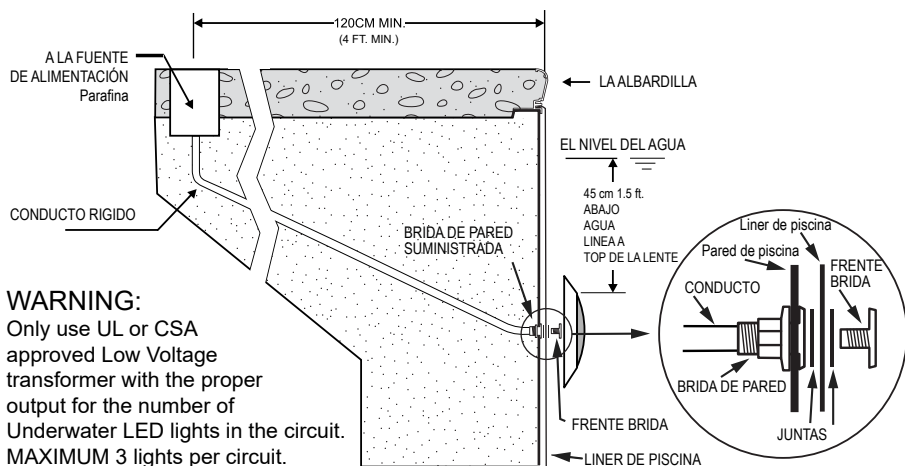

Figura 1.
Procedimientos iniciales que deben ser completados por un electricista cualificado antes de la instalación de luz. Se requiere transformador de baja tensión. (Consulte la Figura 1)
1. La caja de conexiones del transformador de baja tensión debe estar a una distancia mínima de 120 cm (4 pies) del borde de la piscina. (Ver Figura 1.)
1. Después de instalar el revestimiento de la piscina y llenar el agua hasta dentro de 12" de la brida de pared instalada, instale la junta Cortando una "X" en el revestimiento para que la brida delantera con junta pueda ser empujada a través de y roscado en la brida de pared instalada. (Véase la figura 1)